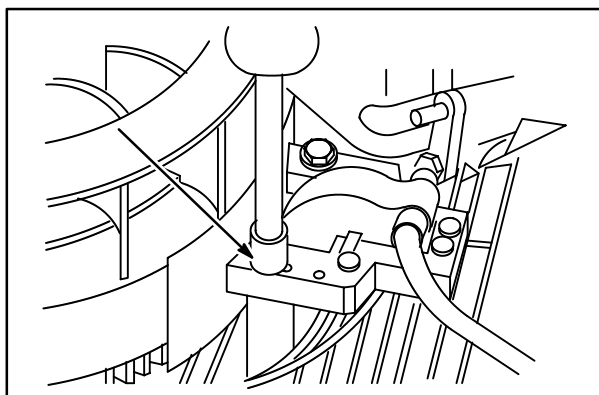

Fig. 6
3. Posicione o medidor de espessura (1) entre o ímã e as laminações da armação, Fig. 6.